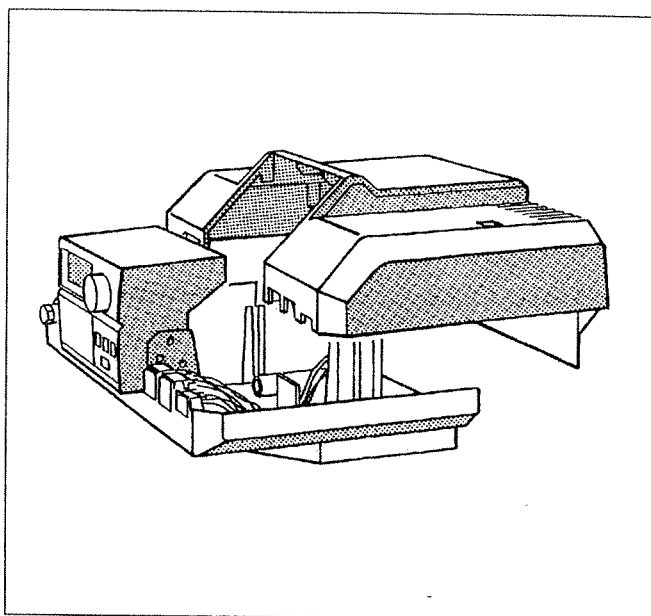

Fig. 21: Montaggio della copertura morsettiera
- Montare la copertura morsettiera e avvitarla all'apparecchio di regolazione (Fig. 21).